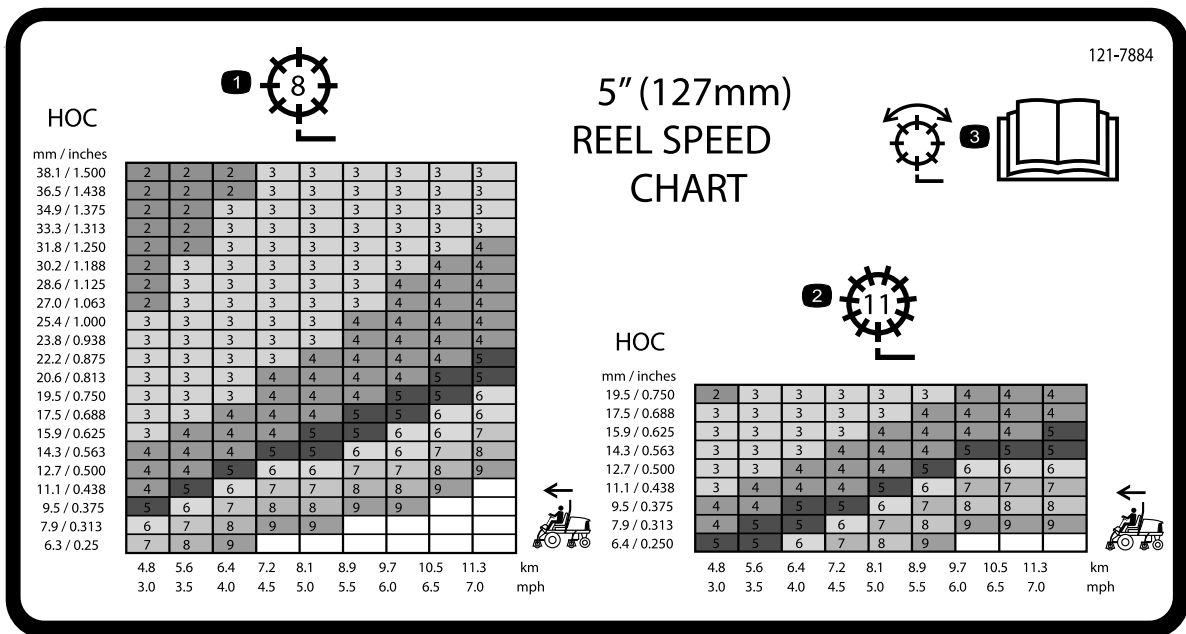
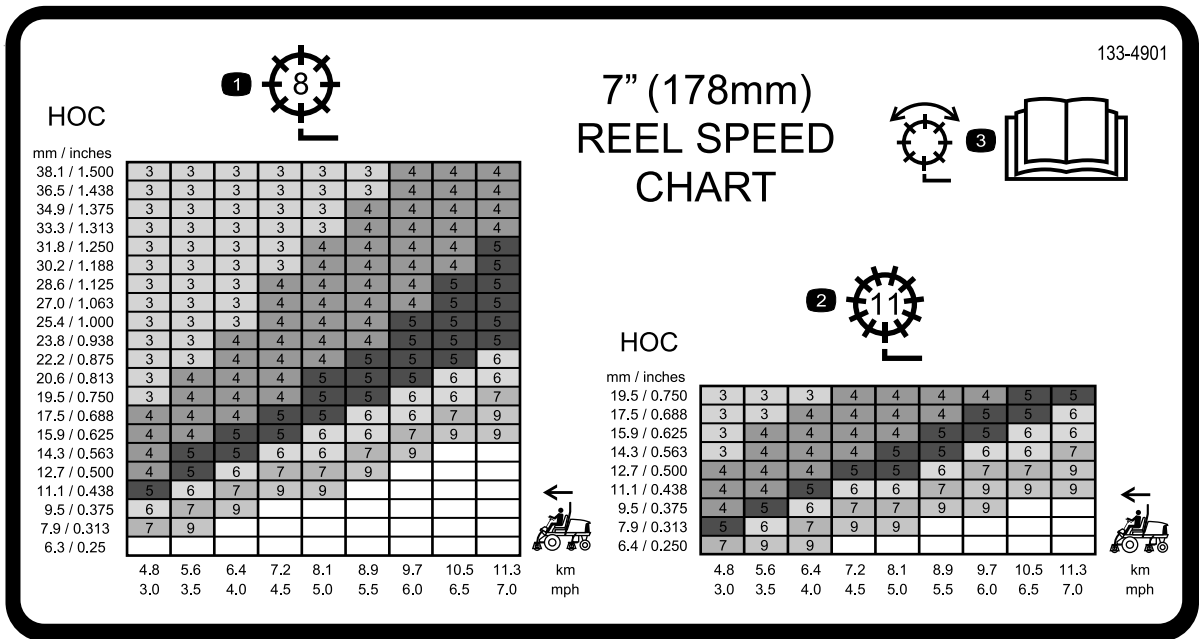

Bild 30
Bild 31
3. Lesen Sie die richtige Spindeldrehzahl auf den Aufklebern der Spindeldrehzahltafel ab (Bild 30 und Bild 31).